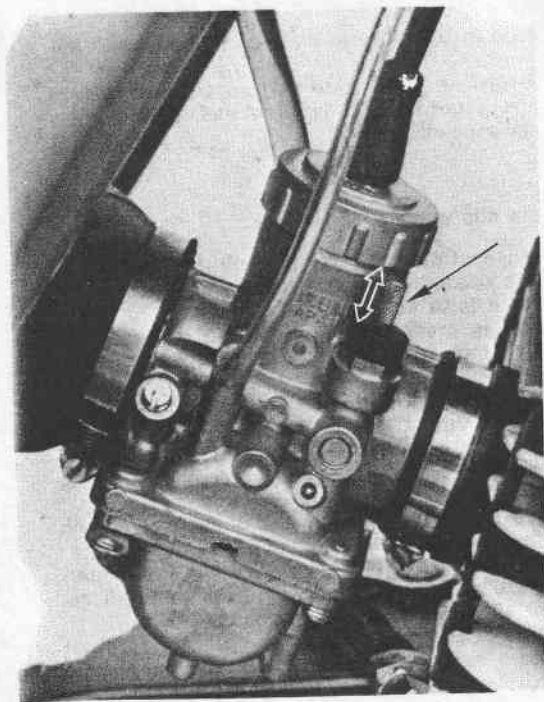

Fig. 7 - Starter (Carb. VM26)
- se il motore è freddo sollevare la leva dello starter sul carburatore (Fig. 7)